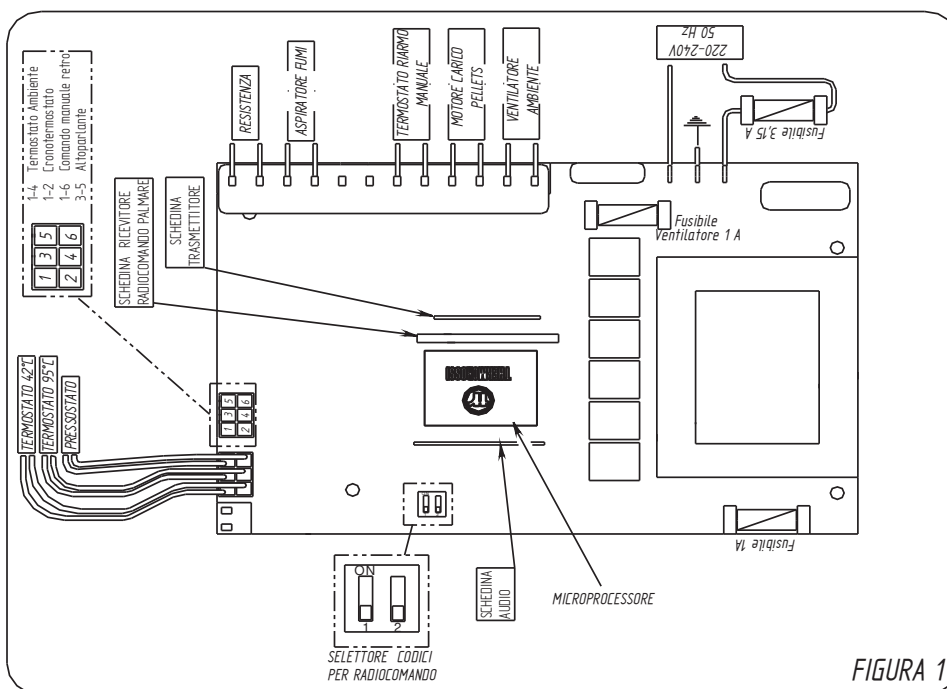

FIGURA 1
**GIORNALMENTE** pulire il braciere **A** dai residui della combustione e rimontare correttamente braciere **A** e catalizzatore **A1** (figura 1)
**MENSILMENTE** ispezionare e pulire l'apposita apertura identificata con **C** svitando le 3 viti ivi fissate. (figura 1).
Procedere poi a chiudere il radiocomando agendo inversamente a quanto indicato nella Figura 1. Accendere il radiocomando agendo sull'interruttore portandolo su "1".